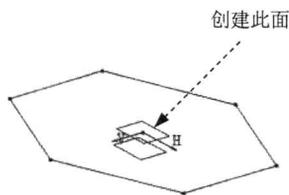

图 2.3 平面 1
Step3. 创建图 2.3 所示的特征——平面 1。单击“线框”工具栏中的 **平面** 按钮；在 **平面类型** 下拉列表中选择 **偏移平面** 选项；在 **参考** 文本框中右击，选取 xy 为参考平面，在 **偏移** 文本框中输入值 20，单击 **确定** 按钮，完成平面 1 的创建。